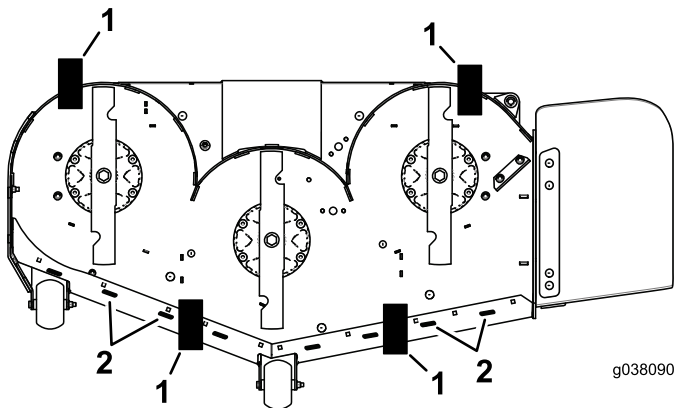

Рисунок 85
9. Установите 2 подставки (см. таблицу ниже) под заднюю кромку фартука режущей деки, по 1 на каждой стороне режущей деки (Рисунок 85).